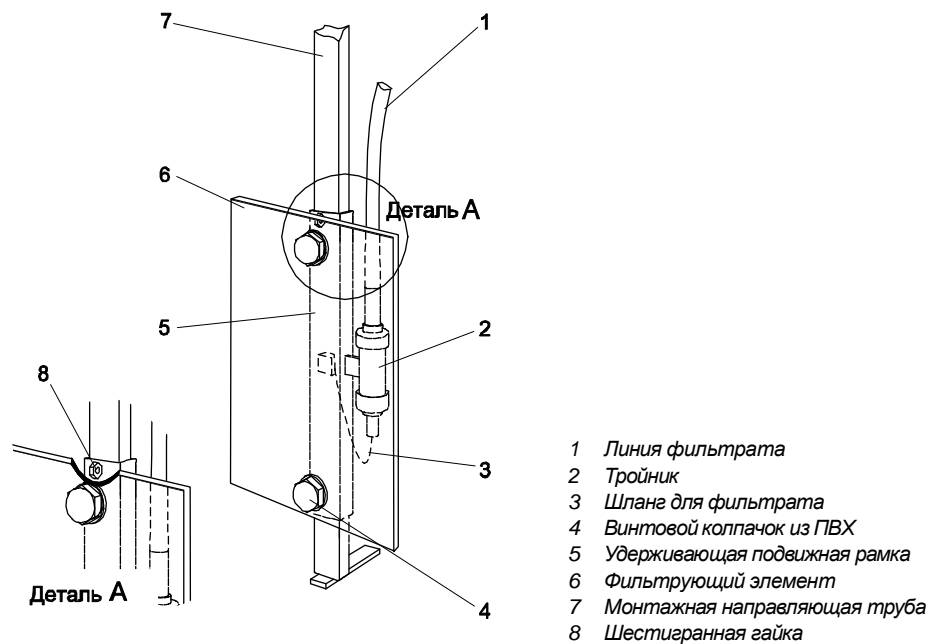

Рис. 6. Фильтрующий элемент с удерживающей подвижной рамкой
1. Протяните шланг для фильтрата (см. рис. 6, поз. 3) линии фильтрата (поз. 1) через тройник на удерживающей подвижной рамке из ПВХ (поз. 5).
5. Винтовые цоколи из ПВХ (см. рис. 6, поз. 4) готовы к использованию.